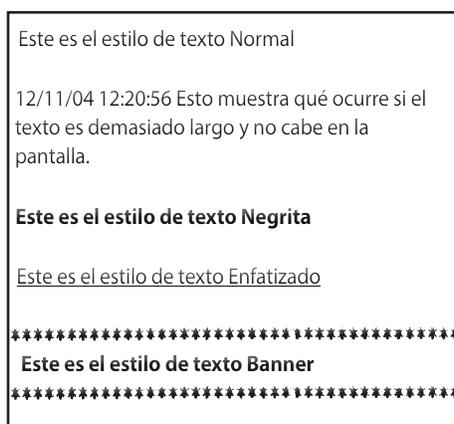

Imagen 4.3.20b Ejemplos de estilo de texto de la impresora
- «ESTILO» Consulte la imagen 4.3.20b para ver algunos ejemplos de los estilos de impresión: «Normal», «Bold», «Emphasised» y «Banner». En todos los estilos, si el texto es demasiado largo y no cabe en una línea, se «ajusta» como se muestra en la imagen (en este caso se trata del estilo normal).